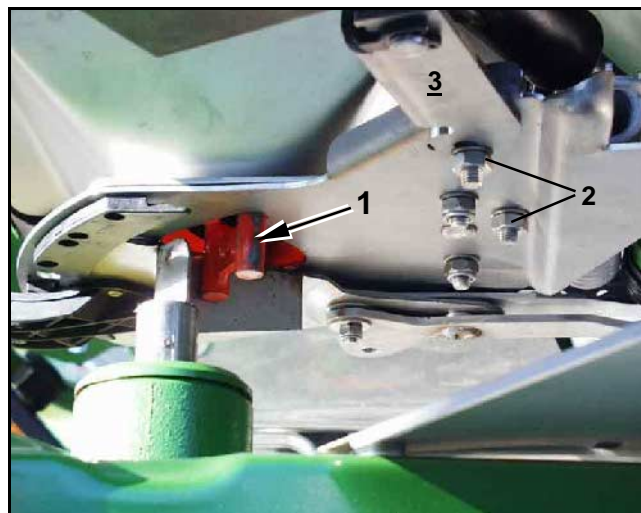

Fig. 2
- El calibre ajustador (Fig. 2/1) (equipo especial, pedido-Nr.: 915018) se debe poder empujar fácil por la sección transversal de la abertura de pasada ahora permitida.
- Aflojar los tornillos de sujeción (Fig. 2/2) de la consola del motor de ajuste (Fig. 2/3).
- Introducir el calibre ajustador (Fig. 2/1) en la abertura de pasada.
- Mover la consola del motor de ajuste (Fig. 2/3) en dirección hacia el calibre ajustador y reapretar los tornillos de sujeción (Fig. 2/2) .